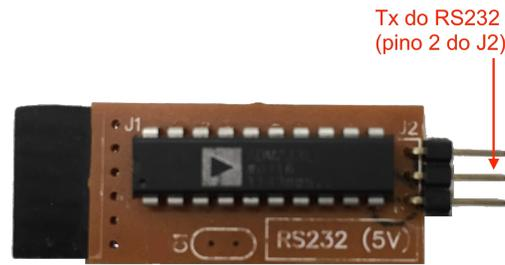

Figura 39: Interface RS232 mostrando em que pino deve ser feita a medida do sinal.
7. Fazer as medidas dos sinais de Rx do serial do PIC (pino 18 do U1) e de Tx do RS232 (pino 2 do J2, vide Figura 39) com o osciloscópio. Analisar as amplitudes e tempos. As imagens da tela do osciloscópio devem ser gravadas num *pen drive* USB ou deve ser tirada uma foto da tela do osciloscópio com o celular e anexadas ao relatório com a devida análise.